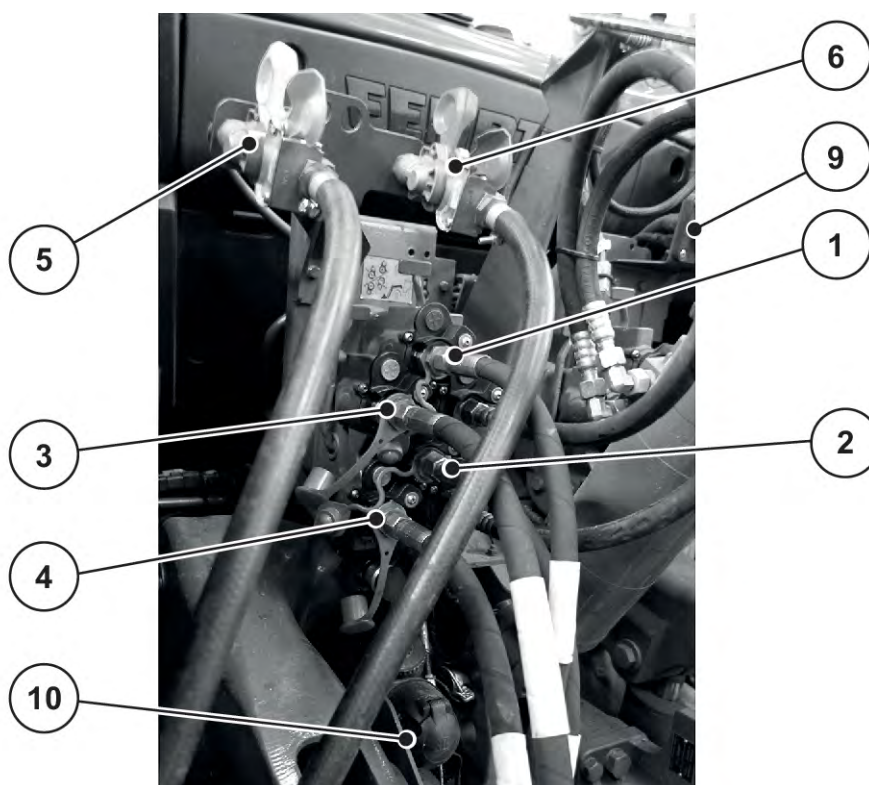

Fig. 22: Ordre de raccordement des câbles de la machine au tracteur
Voir Fig. 22
- ▶ Veuillez observer les étapes pour le raccordement : Voir *Fig. 22 Ordre de raccordement des câbles de la machine au tracteur*